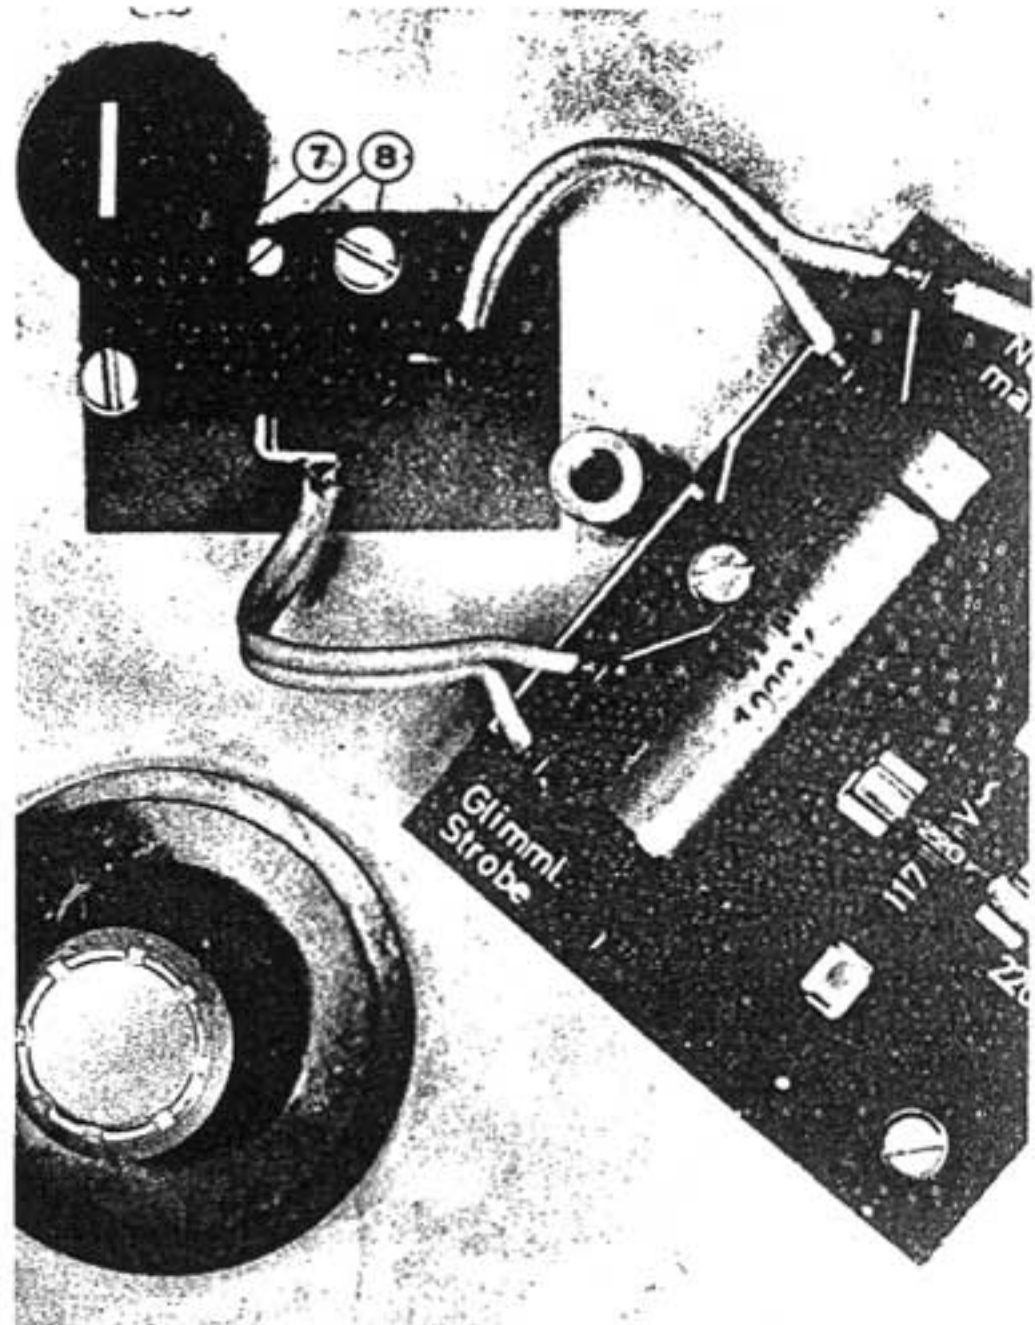

FIG. 5
The microswitch Fig. 5 (7) is attached by means of two 3 mm metrical screws Fig. 5 (8) which are screwed into a threaded plate behind the main chassis. After replacing the main switch it has to be adjusted in such a way that the switch lever positively actuates the switch.
Der Mikroschalter Bild 5 (7) wird von zwei M3 Schrauben gehalten, Bild 5 (8), die in eine bewegliche Gewindeplatte hinter dem Unterchassis geschraubt sind. Nach dem Auswechseln des Netzschalters muss er derart justiert werden, dass das Schaltgestänge ihn in den Endstellungen der Schiebetaste einwandfrei ein-, bzw. ausschaltet.